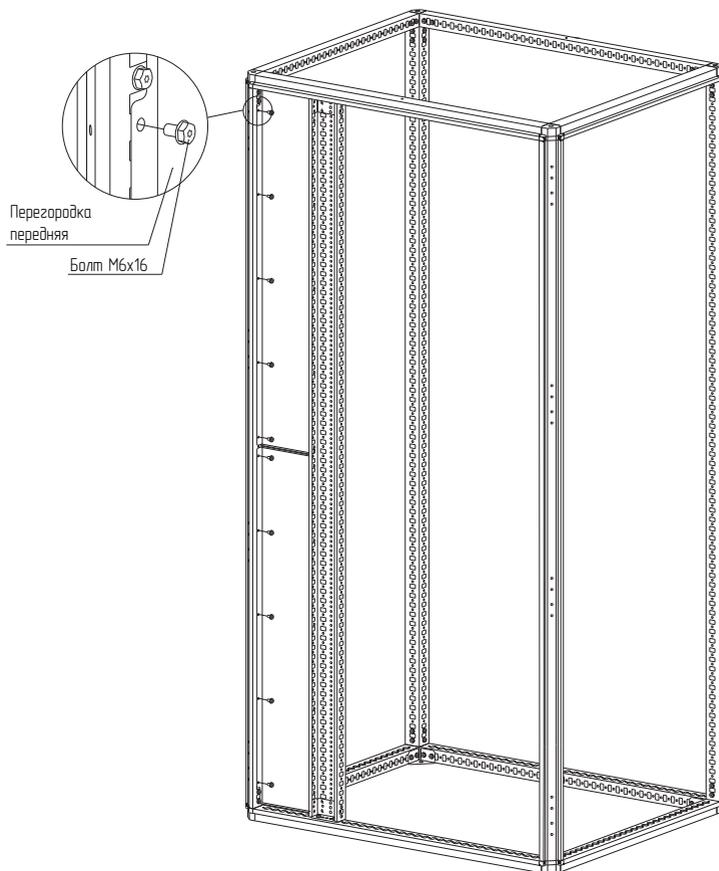

Рисунок 56
- 4.29.3 Закрепить перегородку переднюю для распределительных шин между стойкой каркаса и стойкой дополнительной вертикальной в верхней части шкафа болтами М6 × 16 (рисунок 56). Момент затяжки – 7 Н·м. Болты приобрести отдельно.